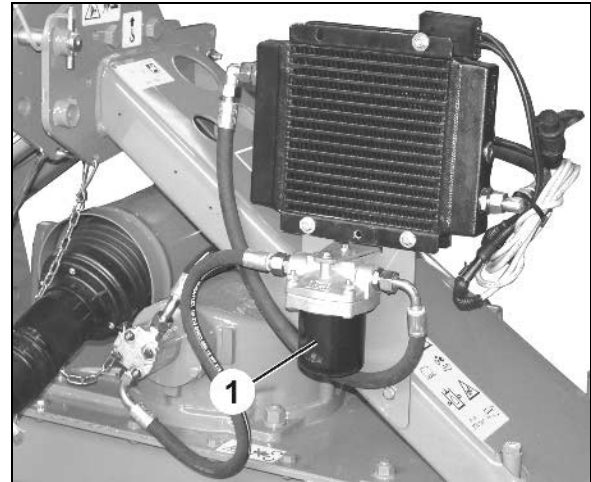

Fig. 49
1. Ölfiltertopf (Fig. 49/1) demontieren.